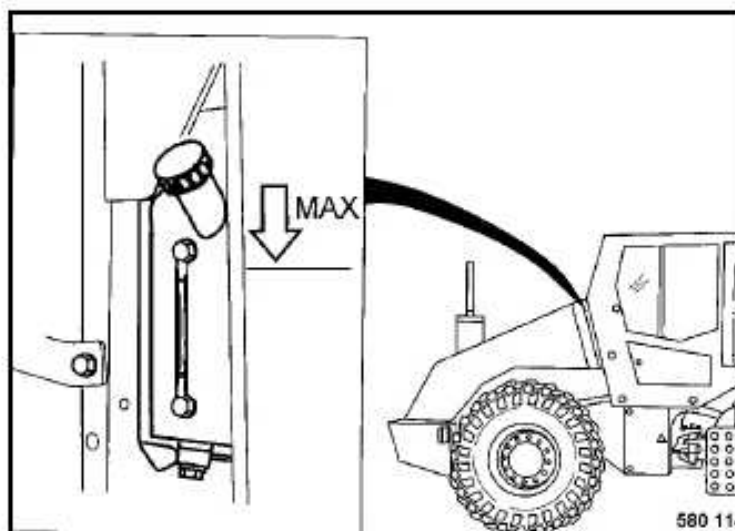

Fig. 99
- Comprobar el nivel del líquido refrigerante (Fig. 99).